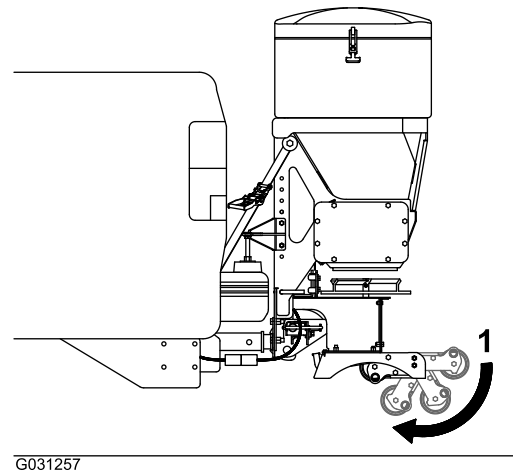

Figura 12
11. Pise sobre las ruedas del conjunto de la pata para que giren y queden guardadas bajo el conjunto (Figura 12).